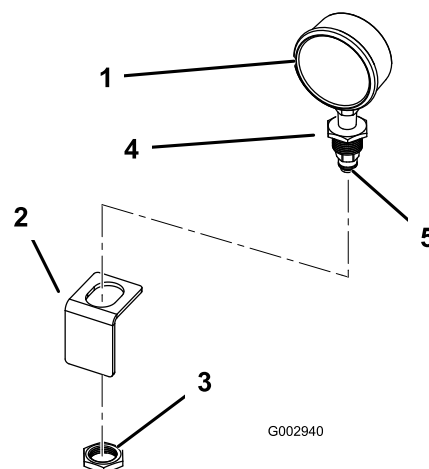

Figura 46
1. Avvolgete del nastro di Teflon in senso antiorario attorno ai filetti del raccordo dell'indicatore e montate il riduttore sull'indicatore (Figura 46).
2. Montate il raccordo nero in plastica nel riduttore presente sull'indicatore (Figura 46).
3. Montate l'indicatore della pressione nella staffa sottostante l'apertura circolare, all'interno del coperchio della scatola di comando, e fissate con il dado a corredo (Figura 46).